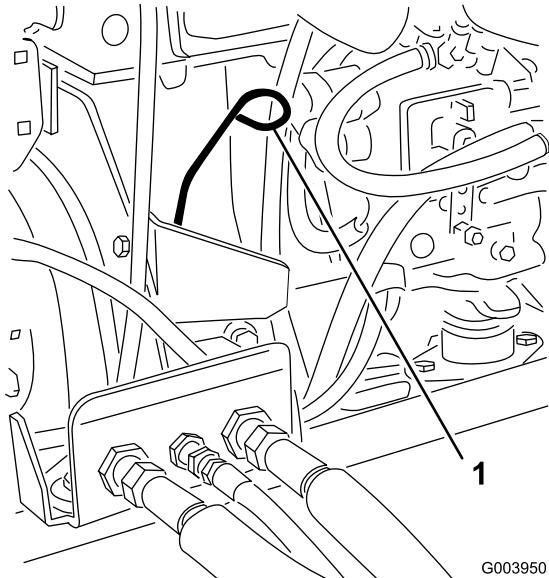

Bild 27
3. Nehmen Sie den Peilstab heraus und wischen Sie ihn ab. Stecken Sie ihn dann ein (Bild 27).